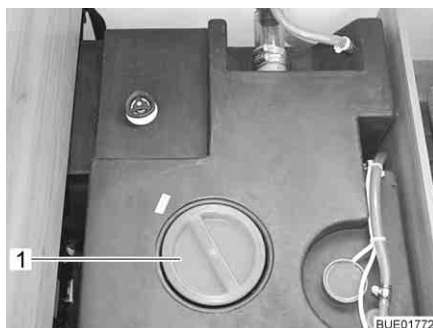
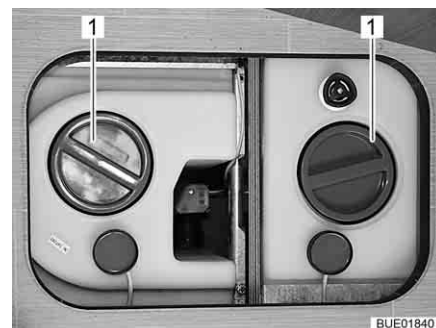

Bild 258 Vattentank med ratt (Viseo)
Bild 259 Vattentank med ratt (Elegance)
- Tag av vattentankens lock (Bild 258, 1 resp. Bild 259, 1).